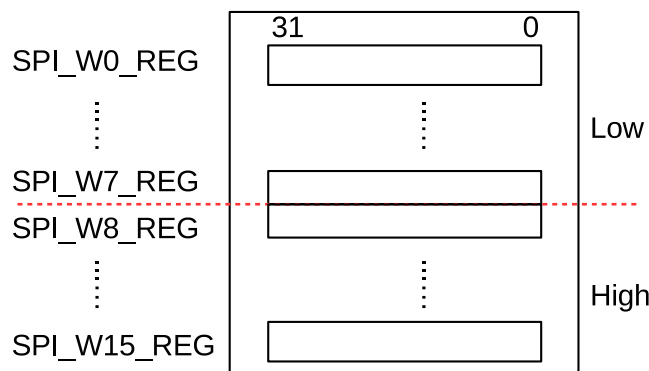

图 26-2. CPU 控制的传输中使用的数据 Buffer
GP-SPI2 提供了 16 个 32-bit 的数据 buffer，即 `SPI_W0_REG` ~ `SPI_W15_REG`，见图 26-2。CPU 控制的传输表示在该次传输中发送的数据来自数据 buffer 或接收的数据存入数据 buffer。在这种传输方式下，每次传输事务均需要先配置相关寄存器，然后由 CPU 来触发。因此，CPU 控制的传输只能是单次传输，即仅包含一次传输事务。CPU 控制的传输支持全双工通信和半双工通信。
- **SPI Buffer**: `SPI_W0_REG` ~ `SPI_W15_REG`，见图 26-2。CPU 控制模式下传输的数据在 SPI buffer 中准备。